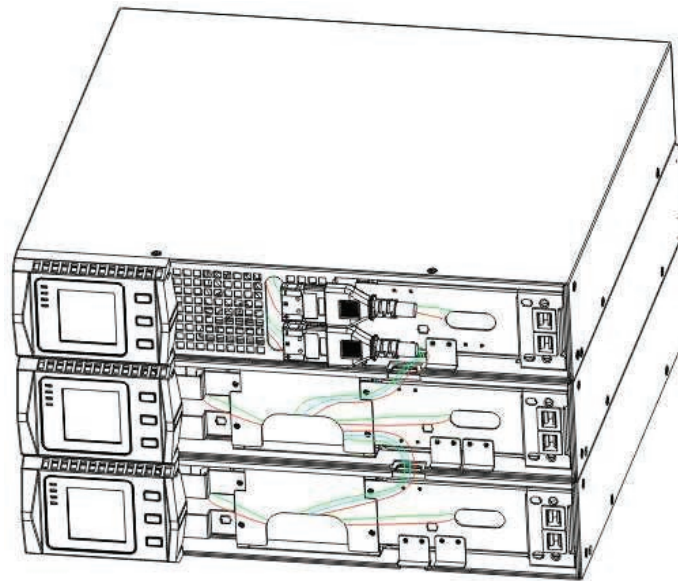

Abbildung 12 Typische EBP-Installation
3. Für das untere (oder einzige) EBP die Abdeckung der EBP-Kabelaussparung auf der Oberseite der EBP-Frontverkleidung entfernen. Zur Kabelverbindung die EBP-Kabelaussparung ausbrechen. Siehe Abbildung 12.
4. Wenn Sie mehr als ein EBP installieren, für jedes zusätzliche EBP die Abdeckung der EBP-Kabelaussparung auf der Ober- und Unterseite der EBP-Frontblende entfernen. Siehe Abbildung 12.
5. Das/Die EBP-Kabel wie in Abbildung 12 dargestellt in den/die Akkuverbinder einstecken. Es können bis zu vier EBPs an die USV angeschlossen werden. Schwarz an schwarz anschließen. Den Verbinder fest zusammendrücken, um den korrekten Anschluss zu gewährleisten.